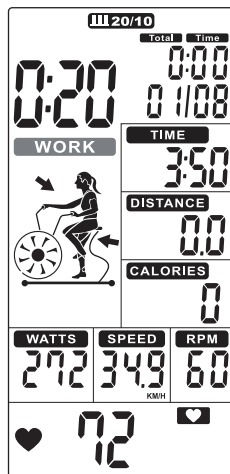

FIGURA 25
- El tiempo del ciclo cuenta hacia atrás de 20 a 0 y la palabra WORK parpadea una vez por segundo. Mientras tanto, la Pantalla muestra una rotación de 4 minutos y una animación de cuenta regresiva. Entonces, TIEMPO (PANTALLA 3), DISTANCIA (PANTALLA 4), CALORÍAS (PANTALLA 5), WATTS (PANTALLA 6), VELOCIDAD (PANTALLA 2) Y RPM (PANTALLA 1) comience a contar, la pantalla mostrará '01 / 08' (Figura 25).